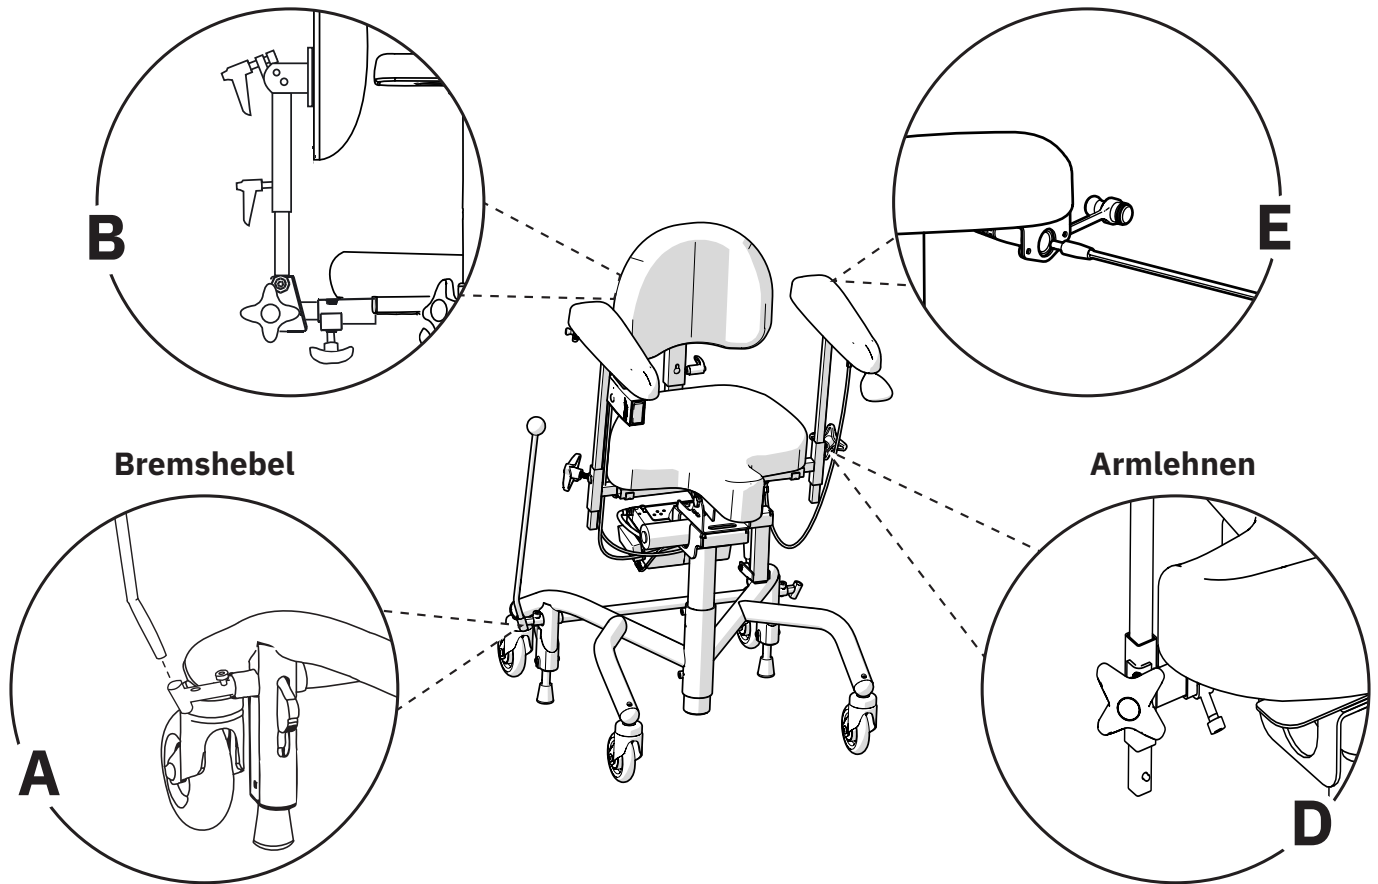

Abb. 2.1. Vorbereitungen vor der Inbetriebnahme von Modellen mit Rückenlehne.
Bei Modellen mit Bremshebel stecken Sie den Bremshebel in die Bremshebelhalterung (A), siehe Abb. 2.1. Der Bremshebel kann auf der rechten oder linken Seite montiert werden. Bei Modellen mit Fußbremse ist keine Montage erforderlich.
Bei Modellen mit Rückenlehne setzen Sie das Rohr der Rückenlehne in den Rückenlehnenmechanismus (B) ein und stellen Sie die gewünschte Höhe ein, siehe Abb. 2.1. Ziehen Sie sämtliche Handschrauben (B) fest. Die Abbildung zeigt einen von mehreren Rückenlehnenmechanismen, die für Mercado-Medic-Produkte erhältlich sind. Die anderen Rückenlehnenmechanismen werden auf die gleiche Weise montiert, auch wenn sie sich optisch von der Abbildung unterscheiden können.
Bei Modellen mit Armlehnen lösen Sie die Handschrauben an den Armlehnen (D) und stellen Sie die gewünschte Höhe und Breite ein, siehe Abb. 2.1. Ziehen Sie sämtliche Handschrauben (D) fest.
Vor der ersten Inbetriebnahme muss bei elektrischen Modellen der Akku aktiviert und/oder geladen werden. Dazu wird das Akkuladegerät am Ladeanschluss des Produkts und an eine Wandsteckdose (E) angeschlossen, siehe Abb. 2.1. Die Ladebuchse kann an verschiedenen Stellen des Produkts montiert werden. In den meisten Fällen wird das Produkt mit der Ladebuchse an der Rückseite der linken Armlehne geliefert.